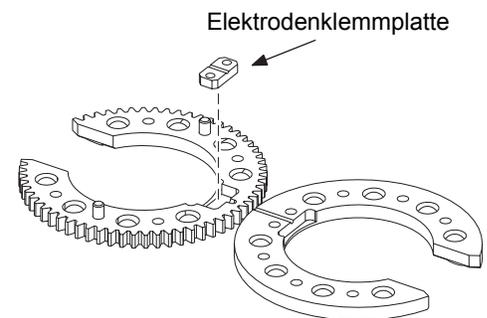

Abbildung 42 Entfernen der Elektrodenklemmplatte
9. Entfernen Sie die Elektrodenklemmplatte. Reinigen Sie diese mit feiner Stahlwolle oder einem feinen Scheuerkissen. Siehe Abbildung 42.